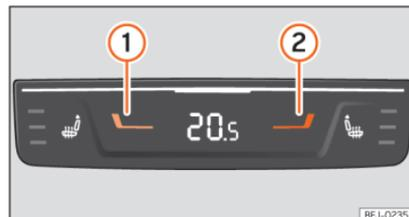

Fig. 147 Na parte traseira da consola central: comandos para a temperatura do Climatronic dos lugares traseiros.
• Pressione os botões ① (azul-frio) e ② (vermelho-quente) »» Fig. 147 para ajustar a temperatura.